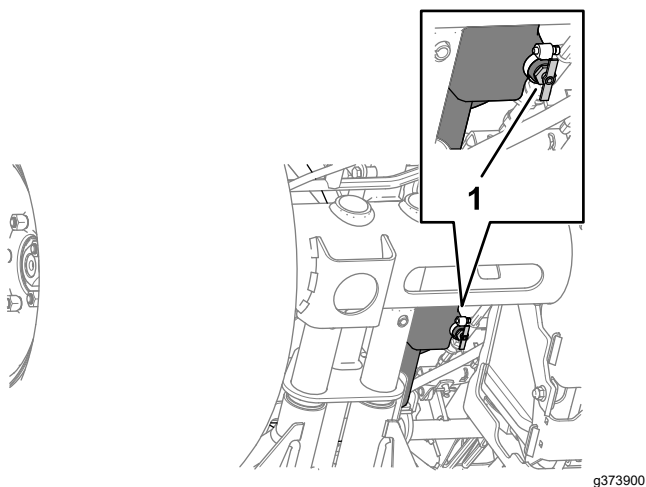

Figura 86
2. Coloque un recipiente de vaciado debajo de la válvula de vaciado del depósito de combustible (Figura 86).